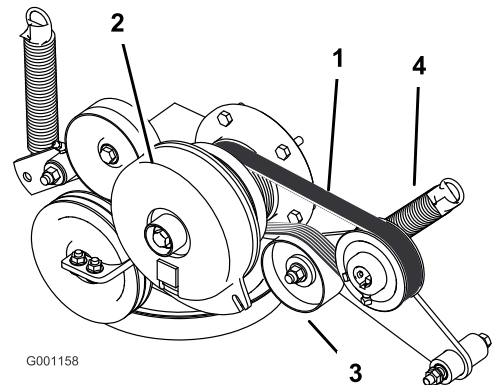

Figure 55
- Décrochez le ressort du bras de la poulie de tension (Figure 55).
- Montez la courroie neuve sur les poulies du moteur et des pompes hydrauliques (Figure 55).
- Raccrochez le ressort au bras de la poulie de tension (Figure 55).